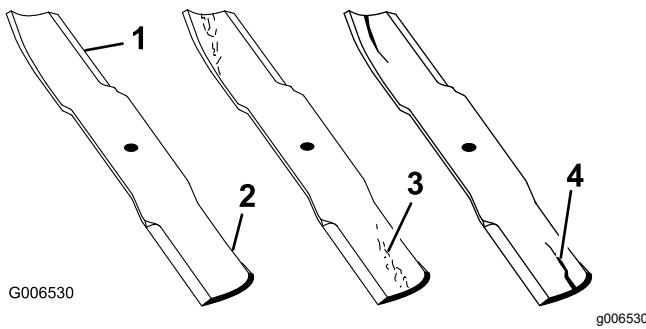

Bild 111
2. Prüfen Sie die Schnittkanten des Messers sorgfältig, insbesondere dort, wo die geraden Flächen die gebogenen berühren, siehe Bild 111.
Hinweis: Da Sand und anderes reibendes Material das Metall abschleifen kann, das die flachen und die gebogenen Teile verbindet, müssen Sie das Messer vor jedem Einsatz des Rasenmähers prüfen. Wenn Sie Abnutzungen feststellen, sollten Sie das Messer auswechseln (Bild 111).